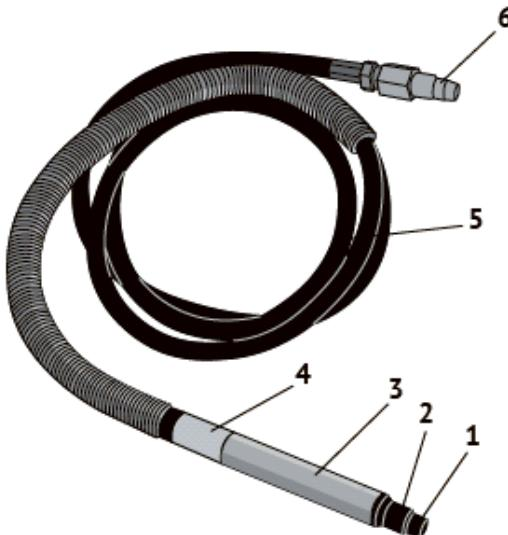

рис. 1
Включение гравёра осуществляется поворотом кольца выключения (рис.1 поз.4) по часовой стрелке. Отключение гравёра осуществляется поворотом кольца против часовой стрелки.
4.1 Общий вид гравёра схематично представлен на рис. 1
Основные элементы гравёра: ротационный пневмодвигатель и пусковое устройство расположены в металлическом корпусе (рис.1 поз.3), выполненном в виде карандаша. Такая форма удобна как для работы при хвате «пером» (работа с мелкими надписями, деталями), так и при охвате инструмента всей ладонью. В передней части гравёра расположен цанговый патрон (рис.1 поз.2) в который крепятся насадки для проведения различных работ.
Включение гравёра осуществляется поворотом кольца выключения (рис.1 поз.4) по часовой стрелке, открывая доступ сжатого воздуха к пневмодвигателю. Отключение гравёра осуществляется поворотом кольца против часовой стрелки.
- зафиксировать ключом цанговый патрон (рис.1 поз.2);
- вторым ключом (ключи входят в комплект поставки) ослабить гайку цанги (рис.1 поз.1);
6.4 Перед соединением шланга для подачи воздуха с гравёром, его необходимо предварительно продуть. Добавьте 4 - 5 капель масла во входной штуцер (рис.1 поз.6) шланга гравёра для смазки внутренних механизмов.
- подсоедините один конец воздушного шланга к компрессору, а второй – к входному штуцеру (рис.1 поз.6) шланга пневматического гравёра;